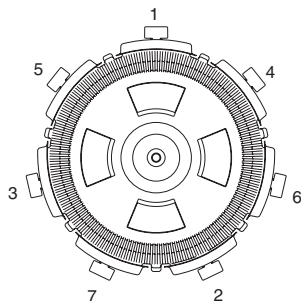

FIGURA 4 - Orden de ajuste de las abrazaderas del filtro de 21”.
6. Consulte la Figura 4 para verificar el orden de ajuste de las abrazaderas. Ajuste todas las perillas de fijación firmemente a mano.